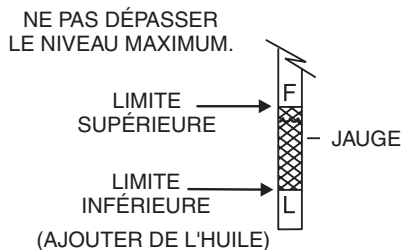

Figure 21. Contrôle de l'huile moteur
4. Vérifier le niveau d'huile. Le niveau d'huile doit se situer entre les repères supérieur et inférieur (figure 21) de la jauge.